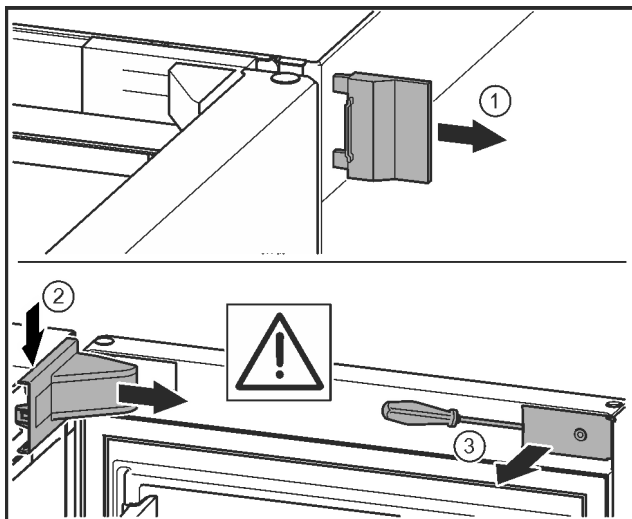

Fig. 11 \*
- Äußere Abdeckung abnehmen. Fig. 11 (1) \*
- Lagerbockabdeckung ausrasten und lösen. Lagerbockabdeckung abnehmen. Fig. 11 (2) \*
- Blende mit Schlitzschraubendreher ausrasten und zur Seite schwenken. Fig. 11 (3) \*